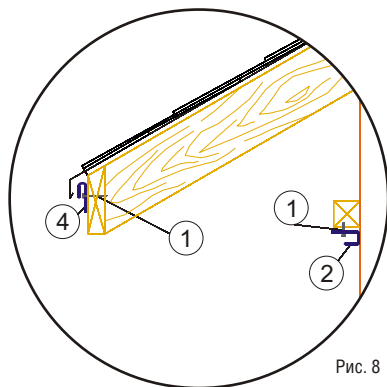

Рис. 8
1. На лобовой доске закрепите финишные планки ④ с помощью саморезов ① (рис. 8).
2. Закрепите G-планки ② на направляющих брусках с помощью саморезов ① (рис. 8).